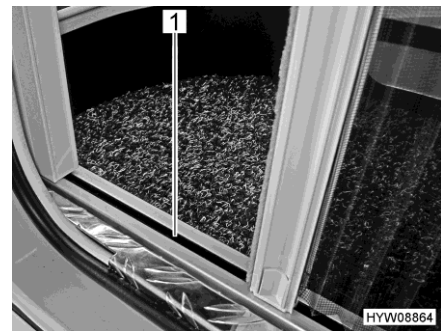

Bild 41 Insektsskydd (nedre ledning)
- ▷ Ta tag i listen med båda händer när du stänger och öppnar. Det minskar risken att insektsskyddet låser sig i ledningarna (Bild 41,1).